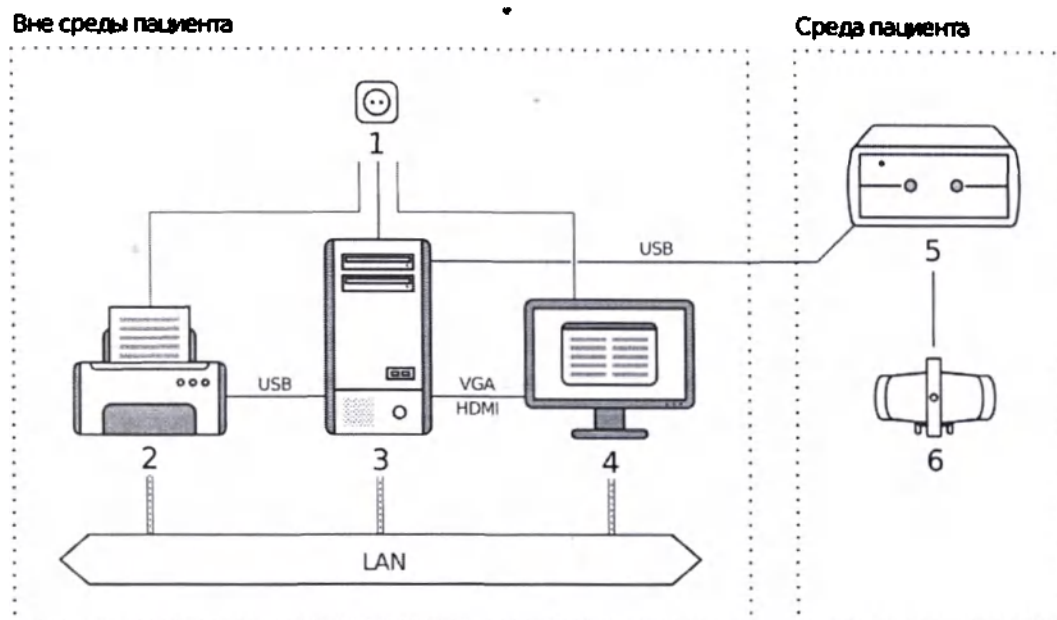

Рис. 7. Схема подключения спирометра к ПК, если компьютерная техника вынесена из среды пациента
- Соедините изделия спирометра между собой согласно рис. 7 и примечаниям к нему.
Обозначения на рис. 7:
Примечание к рис. 7: